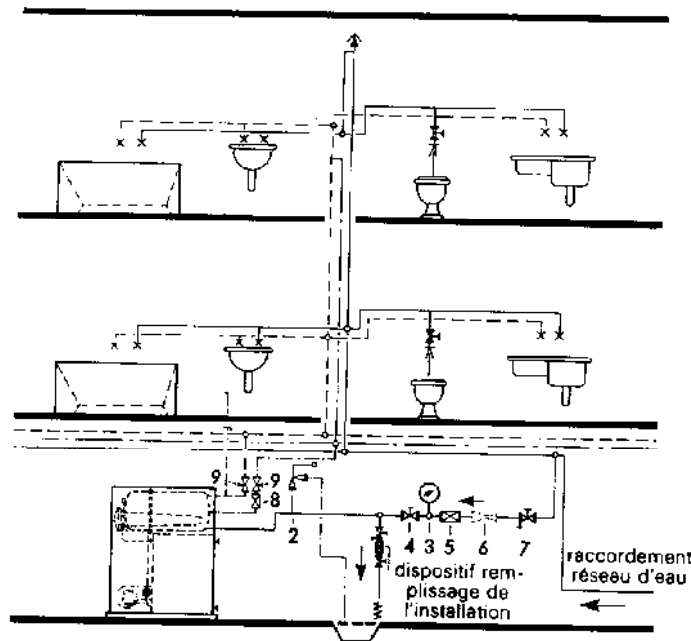

Figure 3.14- Réseau de distribution d'ECS dans une installation à chaudière mixte.
- Dans de nombreuses chaudières modernes, le réservoir d'eau chaude est situé dans la chaudière même (chaudières mixtes), (Fig.3.13d). L'eau de la chaudière est toujours chauffée à température assez élevée, environ 70 °C, la température de départ de l'eau du chauffage étant obtenue par mélange avec l'eau plus froide du retour (exemple Fig.3.14). Mais dans un tel cas, il n'est pas possible de limiter la température de l'eau chaude sanitaire. En fonctionnement été, sans chauffage, les pertes de mise à disposition sont élevées. Il existe de nouvelles chaudières anticorrosion qui fonctionnent sans vanne mélangeuse mais avec un système de commutation prioritaire pour le réchauffage de l'eau chaude sanitaire. Ce système ne convient que lorsque les besoins en eau chaude sanitaire sont réduits (pavillons, etc.).